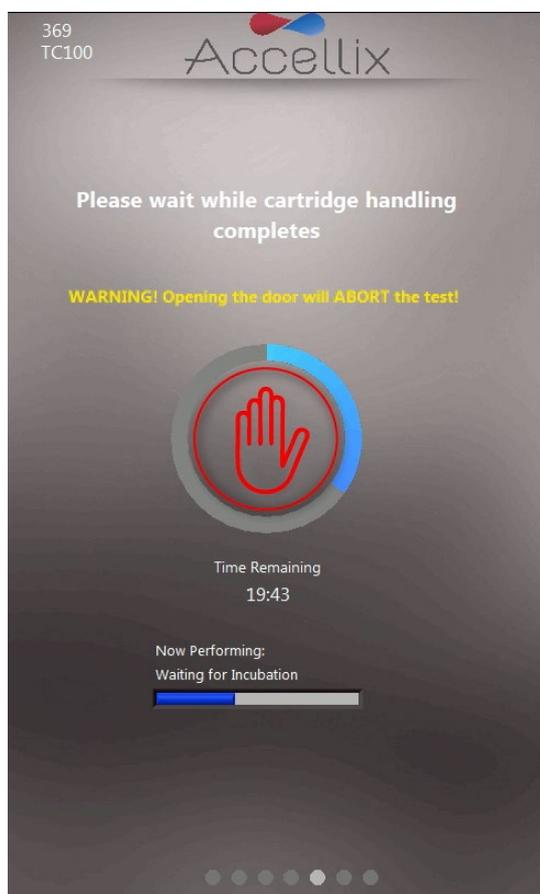

图 39：“进度指示和剩余时间” 屏幕
11. **Progress（进度）** 屏幕（图 39）显示进度指示和 **Time Remaining（剩余时间）** 倒数计时器。用户可监测测试进度和剩余的大致时间。
**注：**要停止正在进行的测定，用户可轻触 **Stop**（停止），即进度指示中间的红色手（参见图 39）。请参阅章节 **13.3 终止测定运行**。
可使用 **Abort**（中止）图标 终止测定运行（图 39）。